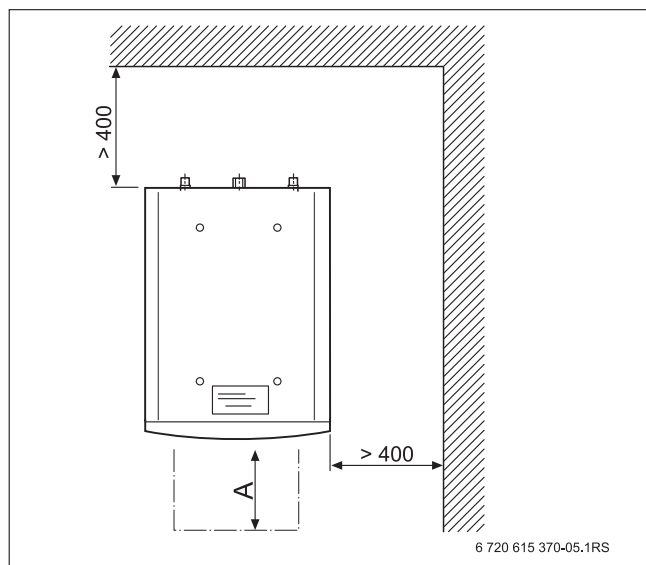

Bild 5 Mindest-Wandabstandsmaße (in mm)
Bei der Aufstellung des Warmwasserspeichers die Mindestabstände für Montage und Wartung berücksichtigen (→ Bild 5). Hierzu auch die Mindestmontageabstände des Heizkessels beachten.
- Mindest-Wandabstandsmaße einhalten (→ Bild 5).